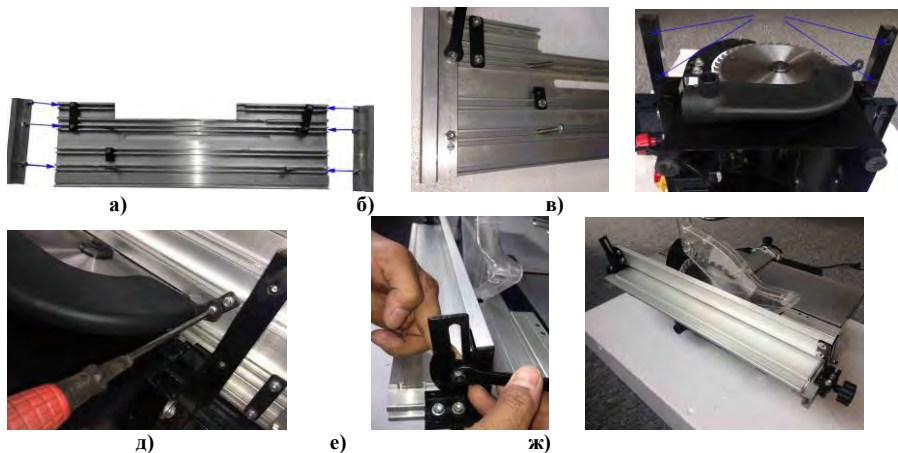

Рис.3. Сборка вспомогательного стола
- 6.8. Собрать и установить вспомогательный рабочий стол, как показано на рис.3